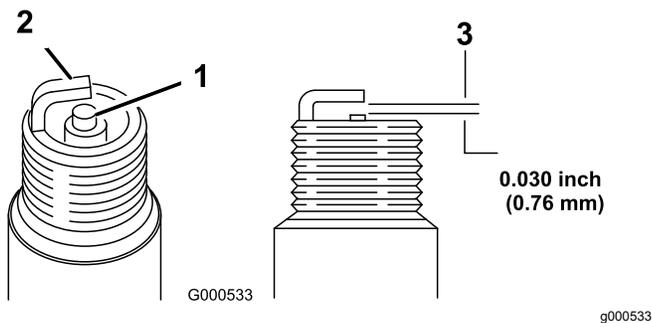

Figura 27
5. Defina a folga na vela para 0,76 mm; consulte Figura 27.